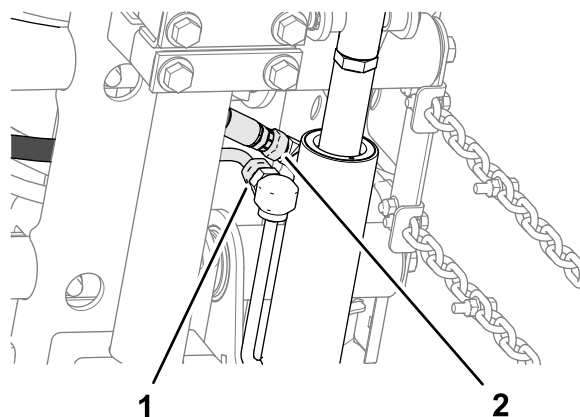

Figure 16
2. Placez une rondelle entre la plaque du bâti porteur et la plaque de montage (Figure 16), et fixez légèrement les plaques et l'entretoise avec un boulon de carrosserie ($\frac{3}{8}$ x $1\frac{1}{4}$ po), une rondelle et un contre-écrou à embase ($\frac{3}{8}$ po).